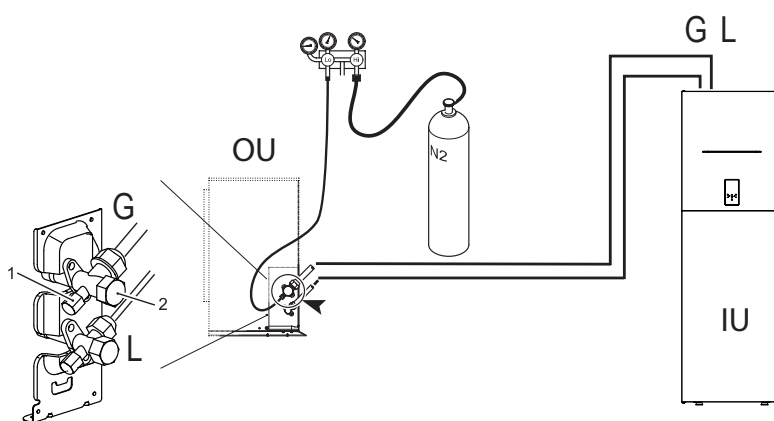

fig. 13 - Teste de estanqueidade ao ar e deteção de fugas
- Com as torneiras da unidade externa completamente fechadas, remova a tampa da torneira de serviço (det. 1 - fig. 13) e a conexão (det. 2 - fig. 13) da válvula de gás (a maior)